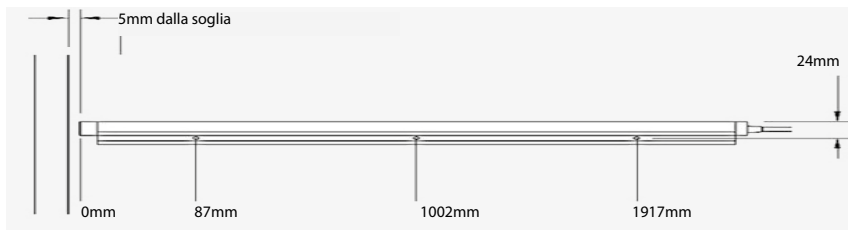

Fig. 2: fori apparecchiatura E10
2. Posizionare ciascun rilevatore sulle porte, 5 mm. sopra la soglia (Fig 2.)